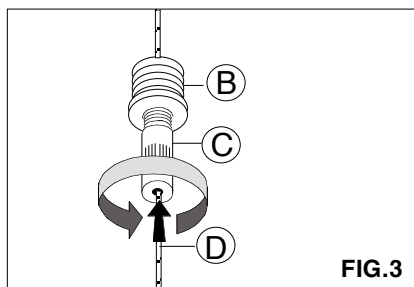

FIG. 3
- Allentare il cilindretto **C** e far passare il cavetto in acciaio **D** nel bussolotto **B**. **FIG. 3**
- Loosen the cylinder **C** and insert the steel cable **D** in part **B**. **FIG. 3**
- Desserrer le cylindre **C** et passer le cavet en acier **D** dans le douille de serrage **B**. **FIG. 3**
- Den Zylinder **C** lockern und das Stahlkabel **D** im Würfelbecher **B** durchpassen lassen. **FIG. 3**